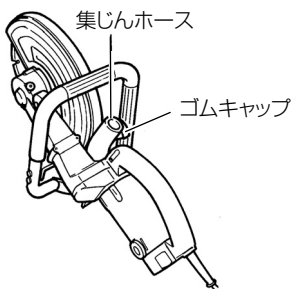

図 6
- (1) ゴムキャップをはずして、ダストコレクタに、付属の集じんホースを取付けます。(図6)